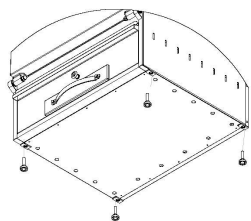

Рис. 2
- вкрутить в грильвинт-опоры (в комплекте) (см. рис.2);